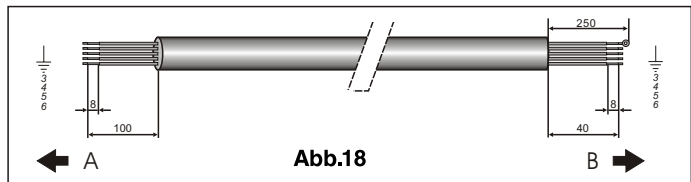

Abb.18 A. AUSSEN B. INNEN
2. Bereiten Sie die Kabelenden des Vielfach Adern Kabels (7) zum Verbinden wie in Abb.18 vor.